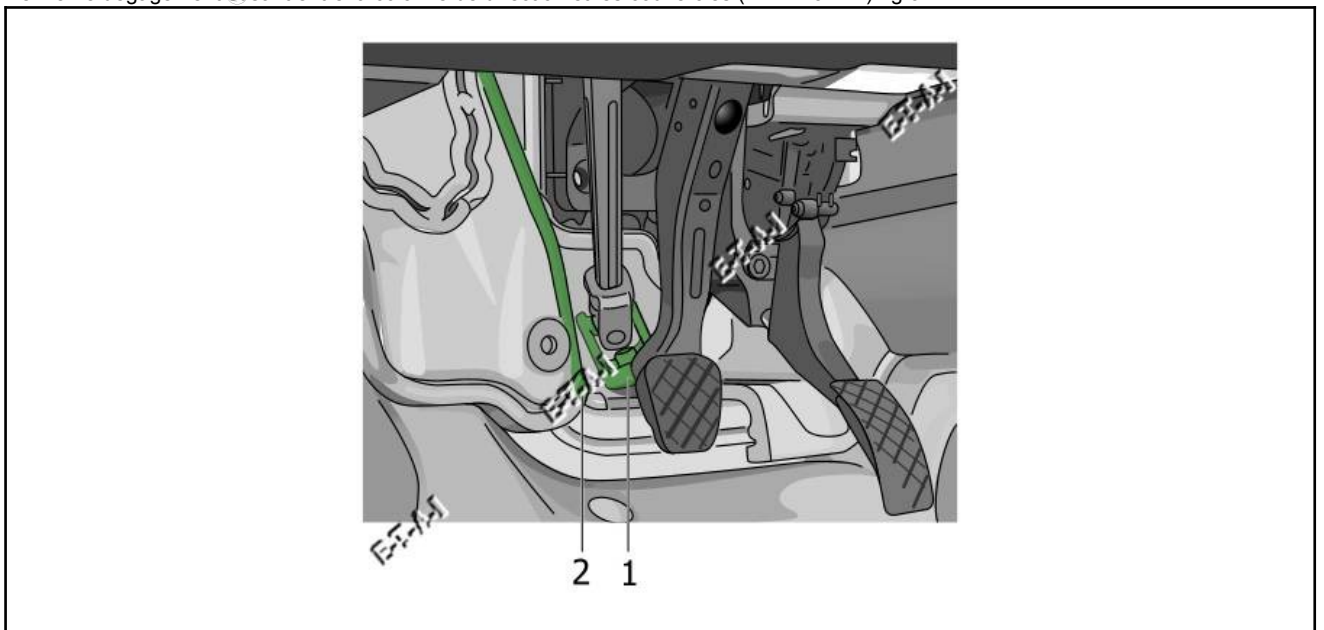

Fig.3
- Utiliser un boulon neuf (A)
- Vérifier le dégagement δ usant entre la colonne de direction et les couvercles ($1 - 2 > 5 \text{ mm}$) Fig.3